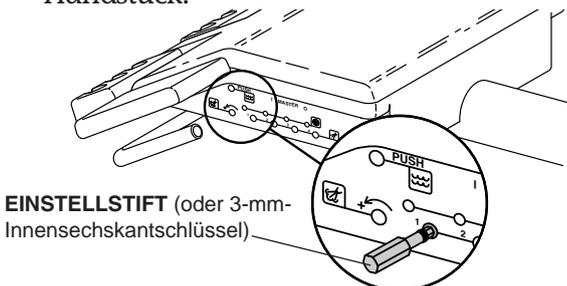

Bild 7. Spraywasser-Regelventil
Die Spraywasser-Regelventile regeln die Zufuhr von Spraywasser einzeln für jedes Handstück (siehe Bild 7).
Sie benötigen für die Einstellung einen Einstellstift (siehe Bild 7) oder einen 3-mm-Innensechskantschlüssel.
2. Sehen Sie sich an, wo sich die Spraywasser-Regelventile befinden (siehe Bild 7).